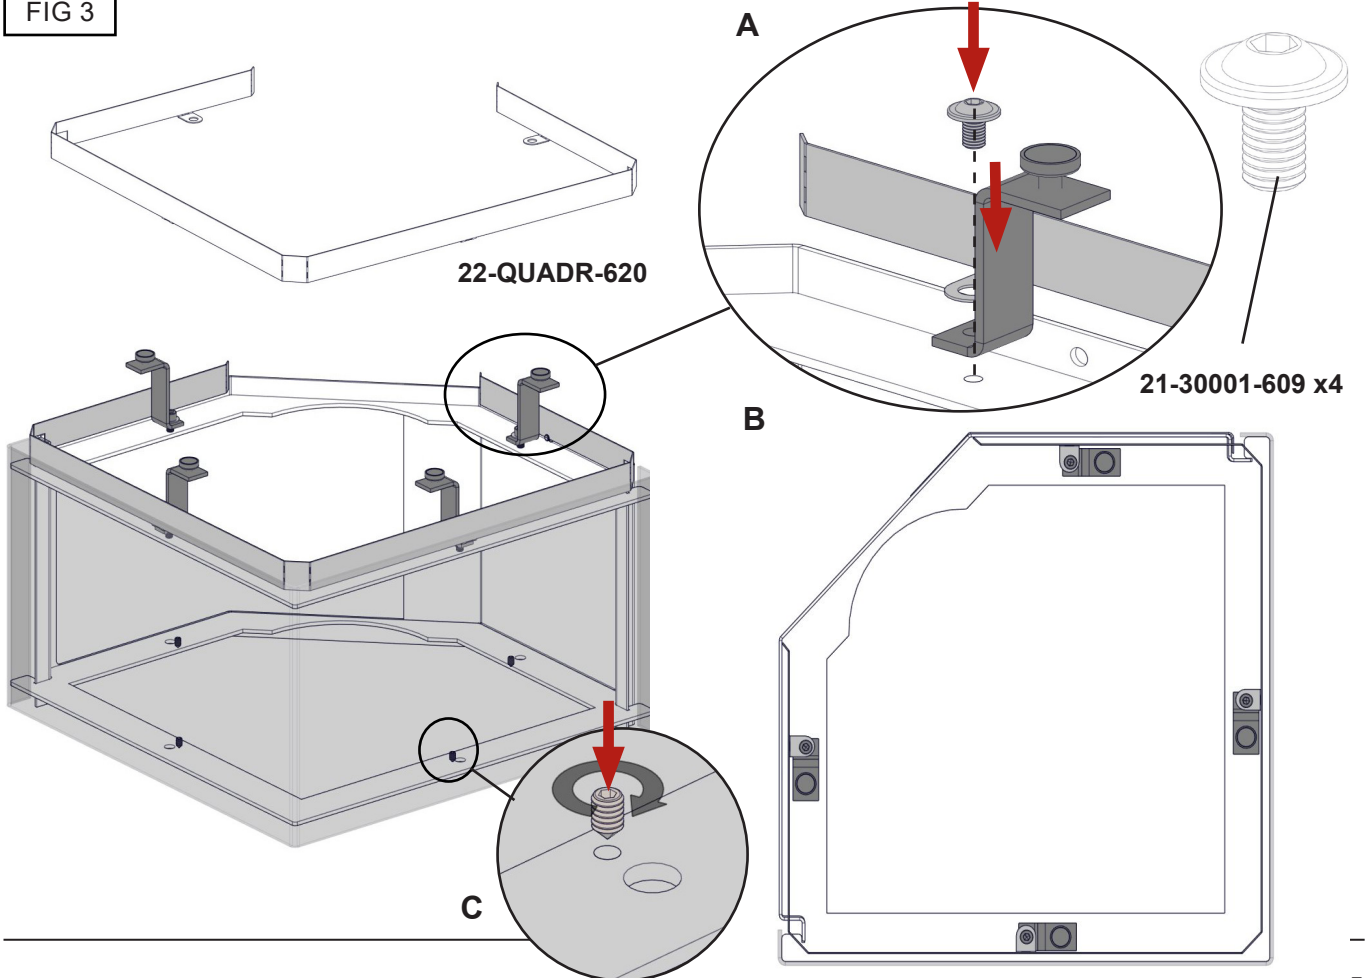

FIG 4
4. Assemble the steel brackets (34 mm) and fasten with provided screws. Make sure the brackets are in correct position - see FIG 4. Use a 5 mm Allen key.
4. Monter les supports en acier et les fixer avec les vis fournies. S'assurer que les crochets sont dans la position correcte - voir la Fig. 4. Utiliser un clé six pans 5 mm.
4. Montera plåtfästena, försäkra dig om att de är i korrekt läge och skruva fast dem (använd 5 mm insexnyckel) med medföljande skruvar (se FIG. 4).
4. Bringen Sie die Stahlhalterungen an und nutzen Sie zur Befestigung die beiliegenden Schrauben. Stellen Sie sicher, dass sich die Halterungen in der korrekten Position befinden, siehe Abb. 4. Verwenden Sie einen 5-mm-Inbusschlüssel.